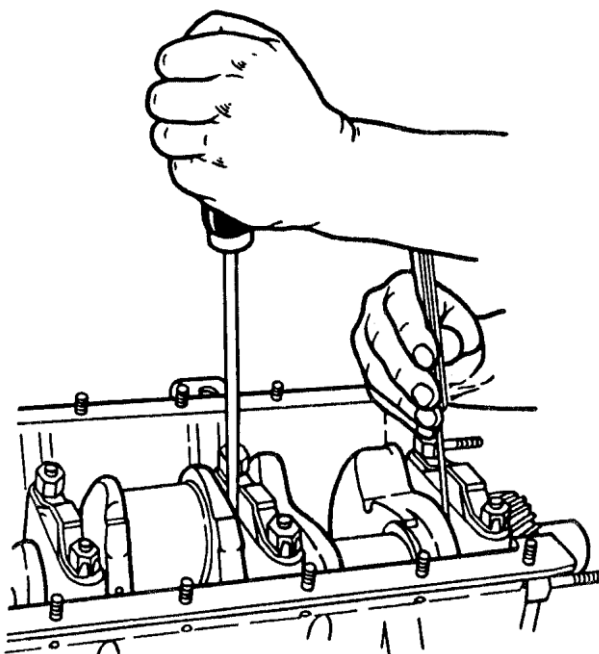

Рис.88. Проверка осевого зазора коленчатого вала
13. Проверить осевой зазор коленчатого вала. Для проверки необходимо отжать коленчатый вал к заднему концу двигателя и с помощью щупа определить зазор между торцом задней шайбы упорного подшипника коленчатого вала и плоскостью бурта первой коренной шейки (рис.88). Зазор должен быть $0,075 \dots 0,275$ мм. При увеличенном осевом зазоре для его восстановления установить упорные шайбы номинальной толщины или ремонтные упорные шайбы, увеличенной на 0,13 мм толщины. В случае значительного износа стальной упорной шайбы, установить новую упорную шайбу. В случае невозможности восстановления зазора заменой шайб, заменить коленчатый вал.